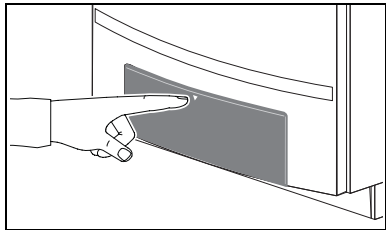

Fig. 24 Bedieningspaneel openen
- Open de schuiflade door deze in te drukken (fig. 24).
- Open de klep van het bedieningspaneel door deze in te drukken (fig. 24).